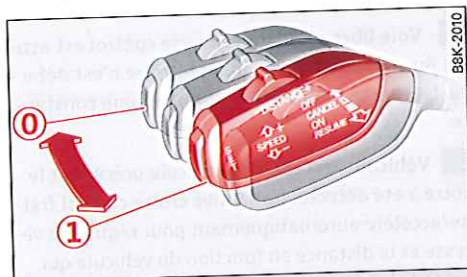

Fig. 133 Levier de commande : activation et désactivation
⇒ fig. 133. Le message ACC : standby s'affiche à l'écran du combiné d'instruments.
- Pour mémoriser la vitesse actuelle, pressez la touche **SET** ⇒ fig. 133. La vitesse mémorisée est indiquée par les diodes (A) sur le pourtour